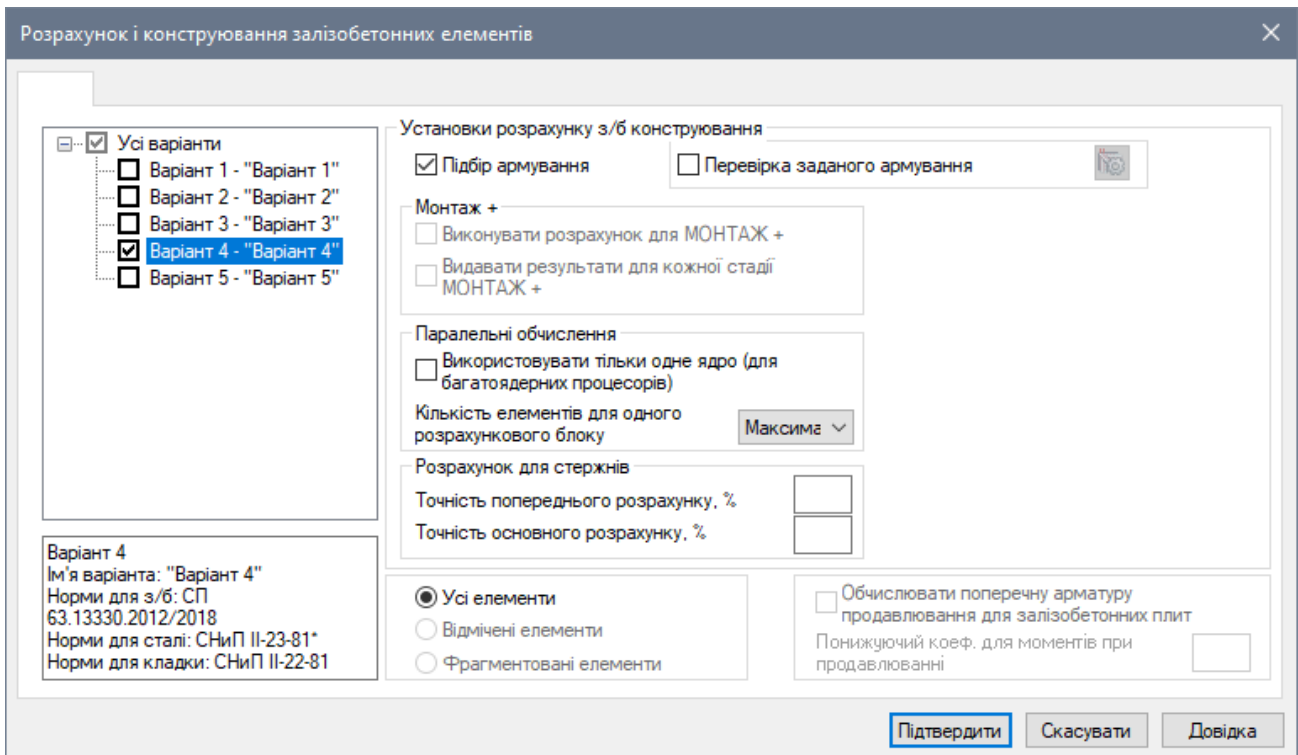

Рис. 21.24. Діалогове вікно **Розрахунок і конструювання залізобетонних елементів**
- У діалоговому вікні, яке з'явилося, **Розрахунок і конструювання залізобетонних елементів** (рис. 21.24) натисніть кнопку **Підтвердити**.